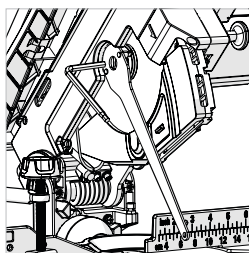

Fig. 6
- Use la llave Allen (suministrada) para desatornillar el tornillo del eje. (Fig. 6)